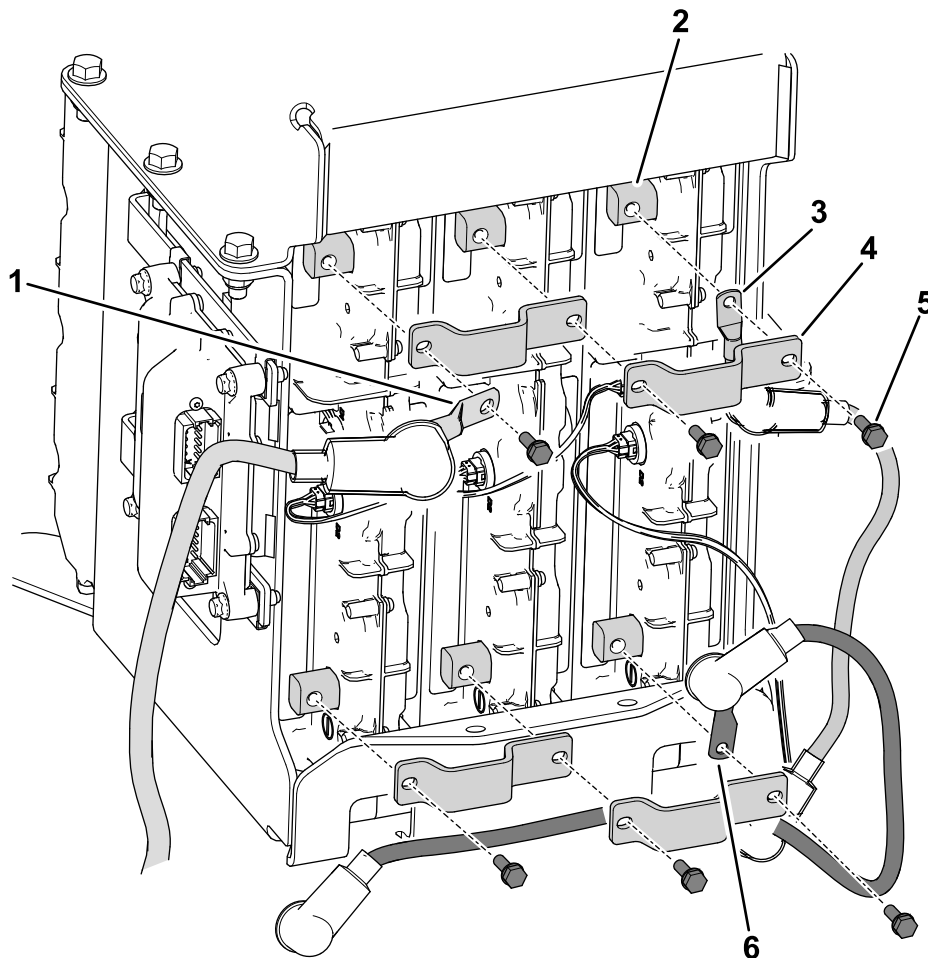

Figure 16
3. Fixez les éléments suivants aux bornes des batteries à l'aide de 6 boulons ($\frac{1}{4}$ " x $\frac{3}{4}$ ") (Figure 16).